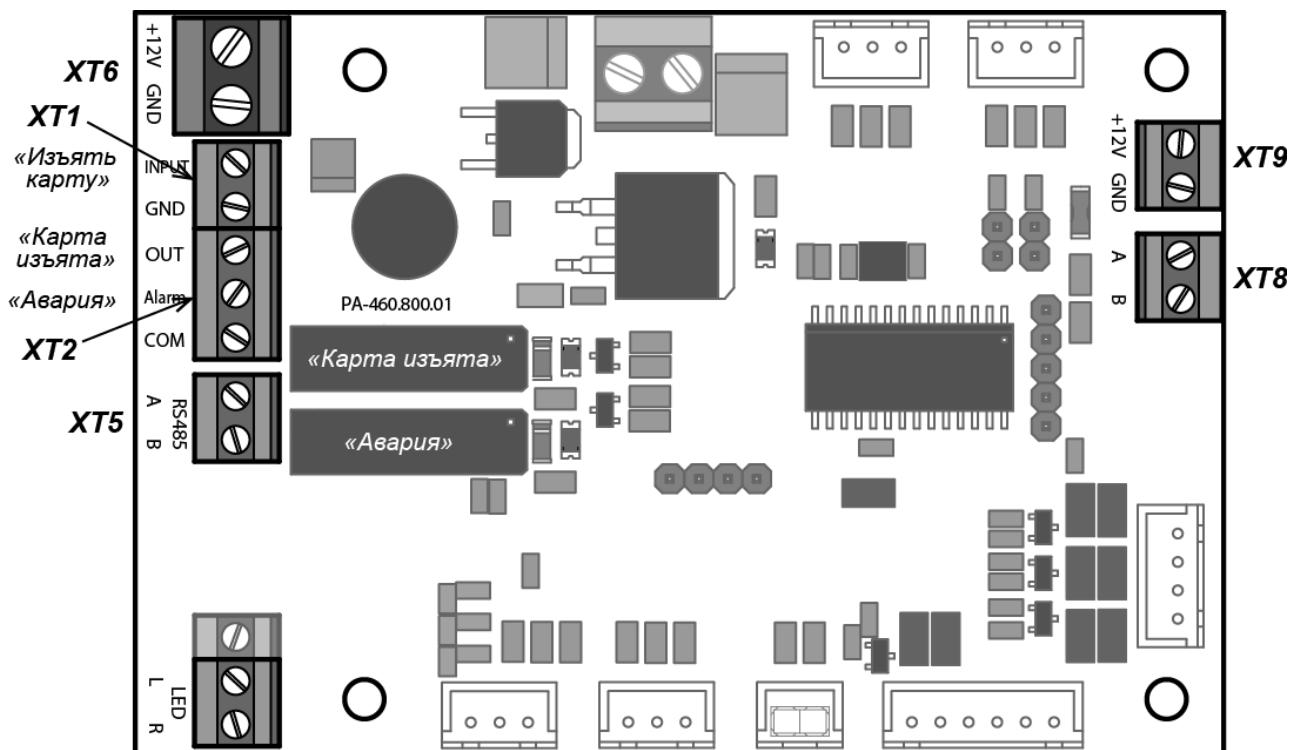

Рисунок 10. Внешний вид платы управления картоприемника
3. Если предъявленная карта является временной картой посетителя и требует изъятия, то контроллер СКУД подает управляющий сигнал на вход платы управления картоприемника «Изъять карту» (контакт *INPUT XT1*, см. рис. 10). Подсветка щели для приема карт перейдет в режим мигания с частотой 2 раза в секунду, указывая на то, что карта подлежит изъятию.
5. При падении карты в контейнер второй оптический датчик фиксирует факт изъятия карты. В этом случае картоприемник закрывает шторку, подсветка щели для приема карт вновь становится постоянной. Одновременно с выхода платы управления картоприемника «Карта изъята» (контакт *OUT XT2*, рис. 10) подается управляющий сигнал, являющийся для контроллера СКУД подтверждением разрешения прохода. По данному сигналу контроллер СКУД разрешает проход в данном направлении (подает соответствующий сигнал на механизм управления турникетом) и после прохода через турникет снимает сигнал «Изъять карту». По снятию сигнала «Изъять карту» картоприемник снимает сигнал «Карта изъята».
6. Третий оптический датчик картоприемника отслеживает факт заполнения контейнера картоприемника. При его заполнении картоприемник передает в контроллер СКУД сигнал «Авария» (контакт *Alarm XT2*, рис. 10), подсветка приемной щели картоприемника перейдет в режим мигания с частотой 1 раз в 2 секунды, тем самым предупреждая о необходимости освободить контейнер от изъятых карт. Если контейнер не освобождается, то после приема еще 9 карт работа картоприемника блокируется, подсветка приемной щели гаснет. Разблокировка картоприемника происходит автоматически после освобождения контейнера от карт (порядок выемки и установки контейнера приведен в п. 9.5). Также сигнал «Авария» подается в контроллер СКУД при возникновении неисправностей механизма картоприемника.
Внешний вид платы управления картоприемника показан на рис. 10. На плате расположены клеммные колодки: